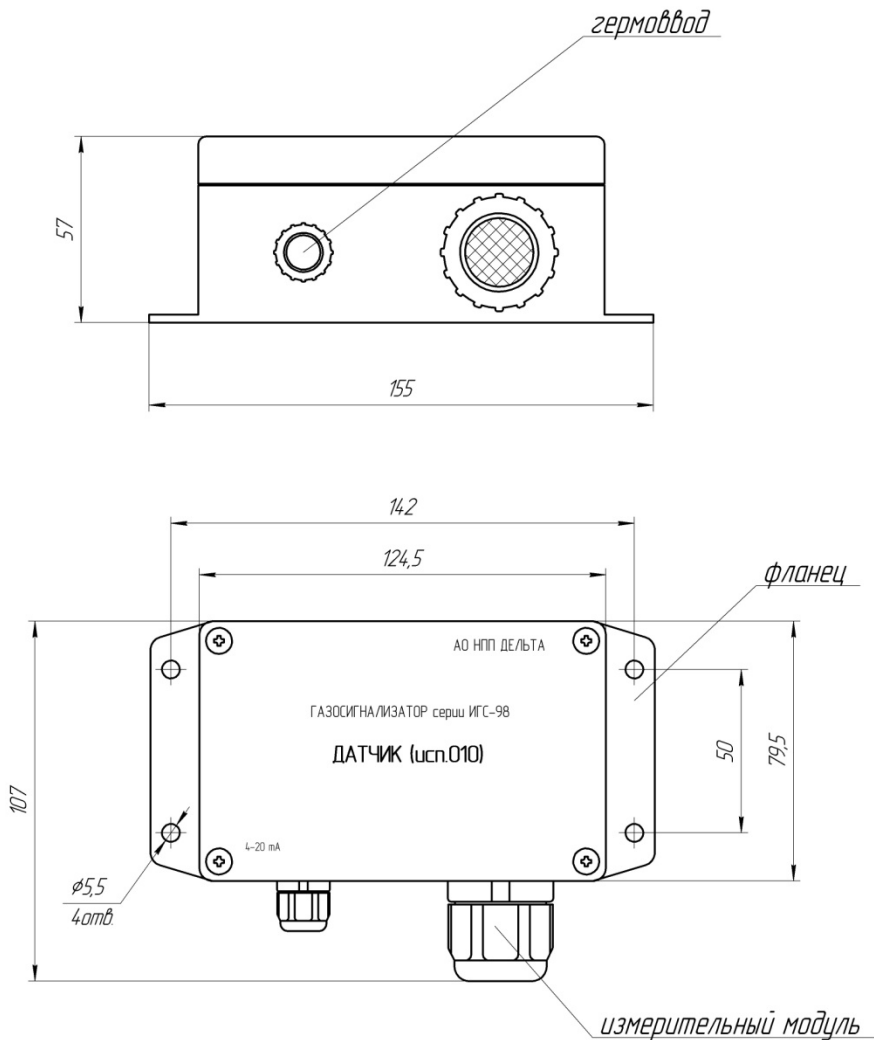

Рис.1 Габаритный чертеж датчика
2.1 Конструктивно датчик выполнен в металлическом корпусе из алюминиевого сплава. Габаритный чертеж датчика приведен на рис.1.